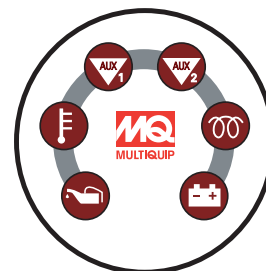

Bild 12. Indikatorlampor
4. Vrid tändningsnyckeln medurs till PÅ-läge. Lamporna Aux 1, Aux 2, kylmedelstemp, farthållare, vinkelläge kommer att tändas i 10 sekunder (Bild 12) och laddningslampan kommer att vara tänd tills motorn startas. Kylfläkten kommer att köras i 10 sekunder.